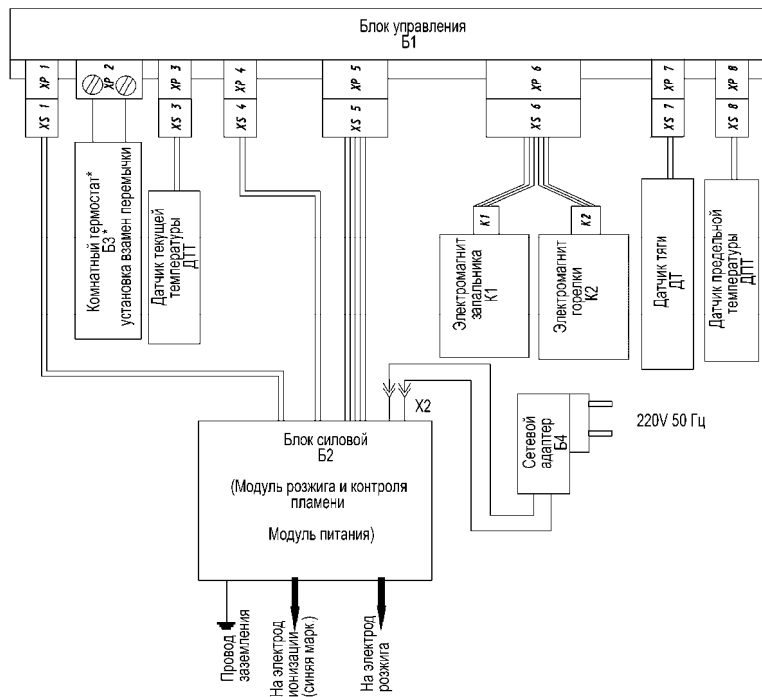

Рис. 5 Схема электрическая соединений
5.4 Схема электрическая соединений приведена на рис. 5.
5.5 Внешнее электропитание от сетевого адаптера 3В (Б4, рис.5), резервное от 2-х батареек А6 по 1,5 В.
При остывании датчик тяги восстанавливает своё состояние. Оба клапана (K1, K2, см. рис.5) остаются выключенными.
Отключается только клапан основной горелки (K2 см. рис.5). Запальная горелка продолжает работать (индикатор «ЗАПАЛЬНИК» горит). Индикатор «ГОРЕЛКА/ОШИБКА» в мигающем режиме.
- установить силовой блок (2), блок управления (3) и закрепить на предусмотренные крепёжные элементы котла;
- подсоединить кабели к соответствующим разъёмам на блоке управления, произвести соединения кабелей между блоками и датчиками по схеме рис. 5 согласно маркировке;
9.1 Установите элементы резервного питания в силовой блок с обеспечением полярности. Подсоедините штекер сетевого питания Х2 (рис.5). Вставьте сетевой адаптер в сеть ~220В, 50Гц.
9.5 Для того, чтобы регулировка отопительной системы производилась в зависимости от температуры воздуха в выбранном помещении можно использовать комнатный термостат БЗ. К разъему ХР 2 (рис. 5) блока управления Б1 может быть подключен нормально-замкнутый контакт комнатного термостата БЗ, при этом установленную на заводе – изготовителе перемычку на этих контактах необходимо удалить.
Прекращение подачи газа автоматикой на запальную и основную горелки выполняются при срабатывании аварийных датчиков (датчик перегрева теплоносителя, датчик тяги) или погасании пламени на запальной горелке. При блокировке отключаются электромагнитные клапана К1, К2 (рис.5). Причина неисправности индицируется на блоке управления и сбрасывается выключением тумблера 2 на панели блока управления (рис. 4).